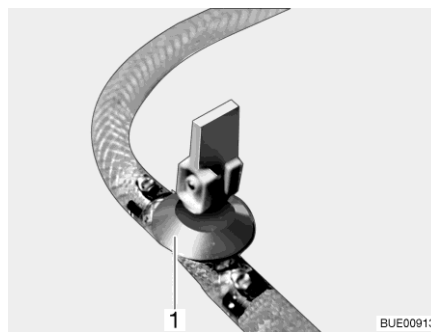

Bild 147 Ablasshahn (mit Kipphebel)
- Alle Ablasshähne schließen. Dazu den Kipphebel des Ablasshahns (Bild 147,1) waagrecht stellen.